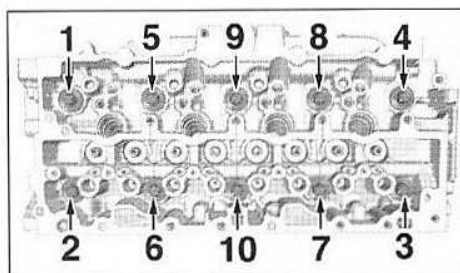

FIG.112
- Déposer les vis de culasse dans l'ordre préconisé (Fig.112).